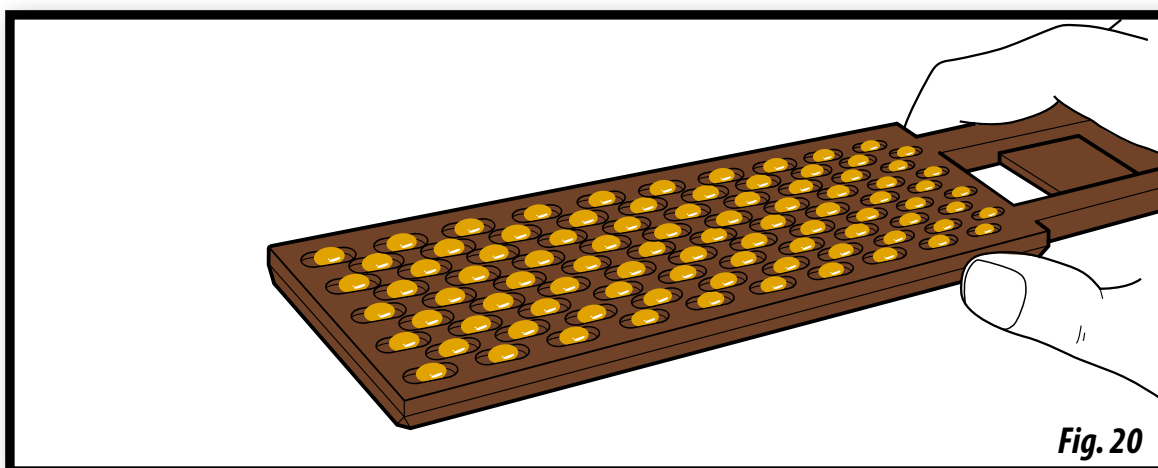

Fig. 20
- 1- Introduzca el «cuenta granos» (Fig. 20) en el saco de semilla para llenarlo.